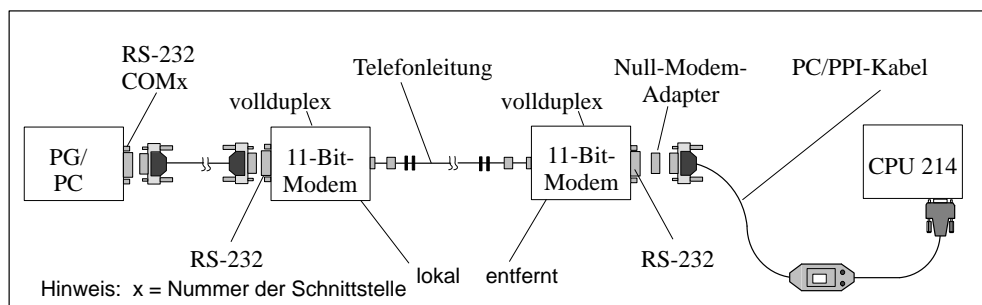

Bild 3-14 Kommunikation mit der S7-200 über 11-Bit-Modems
Je nachdem, ob Sie die Verbindung nur zu einer S7-200 CPU oder zu einem Netz aus S7-200 CPUs herstellen möchten, benötigen Sie folgende Kabel und Adapter (siehe Bild 3-14):
- an die Kommunikationsschnittstelle der S7-200 CPU (siehe Bild 3-14)
Im Dialogfeld "Modem einrichten" bietet Ihnen das Register "Allgemeines" die Anforderungen an das Modem (11-Bit-Zeichenfolge) und führt die Hardware auf, die Sie benötigen. Bild 3-14 zeigt diese Hardware-Komponenten.
21. Stellen Sie sicher, daß Ihr Setup dem im Register "Allgemeines" im Dialogfeld "Modem einrichten" gezeigten Setup entspricht (siehe auch Bild 3-14).